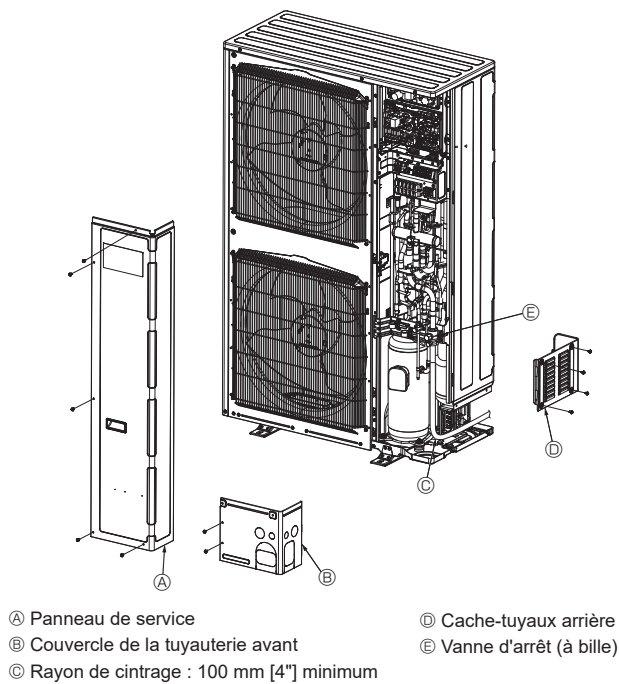

Fig. 4-9
4.4. Mise en place des tuyaux de réfrigérant (Fig. 4-9)